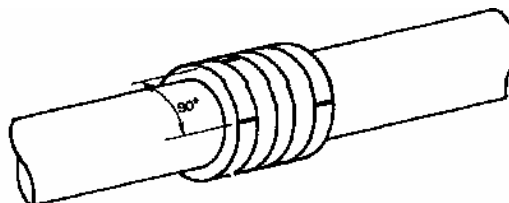

Fig. 21 – Posição dos anéis defasados em 90°
- proceder a montagem na seqüência inversa da desmontagem, introduzindo cada peça no interior da câmara com o auxílio do aperta gaxeta. Os anéis de gaxeta deverão ser montados com o corte defasado cerca de 90° um em relação ao outro. (Vide Fig. 21).